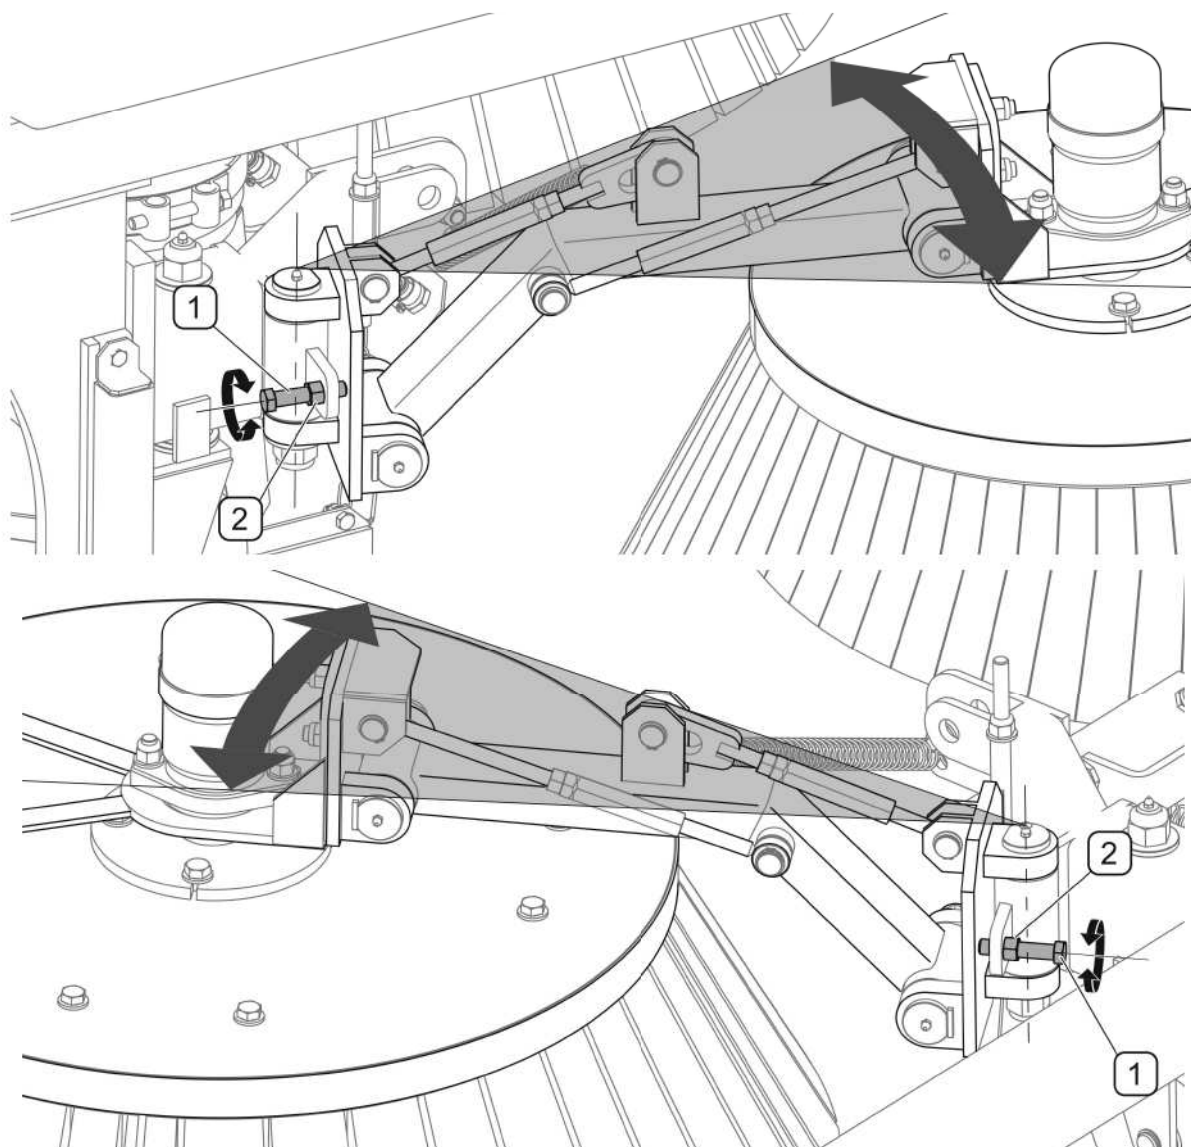

РИСУНОК 5.11А Регулирование бокового сдвига щеток
(1)- ограничительные болты; (2)- контргайки;
В ходе работы щетки отклоняются наружу от оси машины (РИСУНОК 5.11А) , а при подъеме подметающего механизма пружинные натяжители перемещают щетки к центру машины. Диапазон горизонтального перемещения щеток ограничивают болты (2). Правую и левую щетки можно устанавливать произвольно в зависимости от требуемой ширины уборки.
С целью регулирования бокового сдвига щеток (РИСУНОК 5.11А) необходимо: